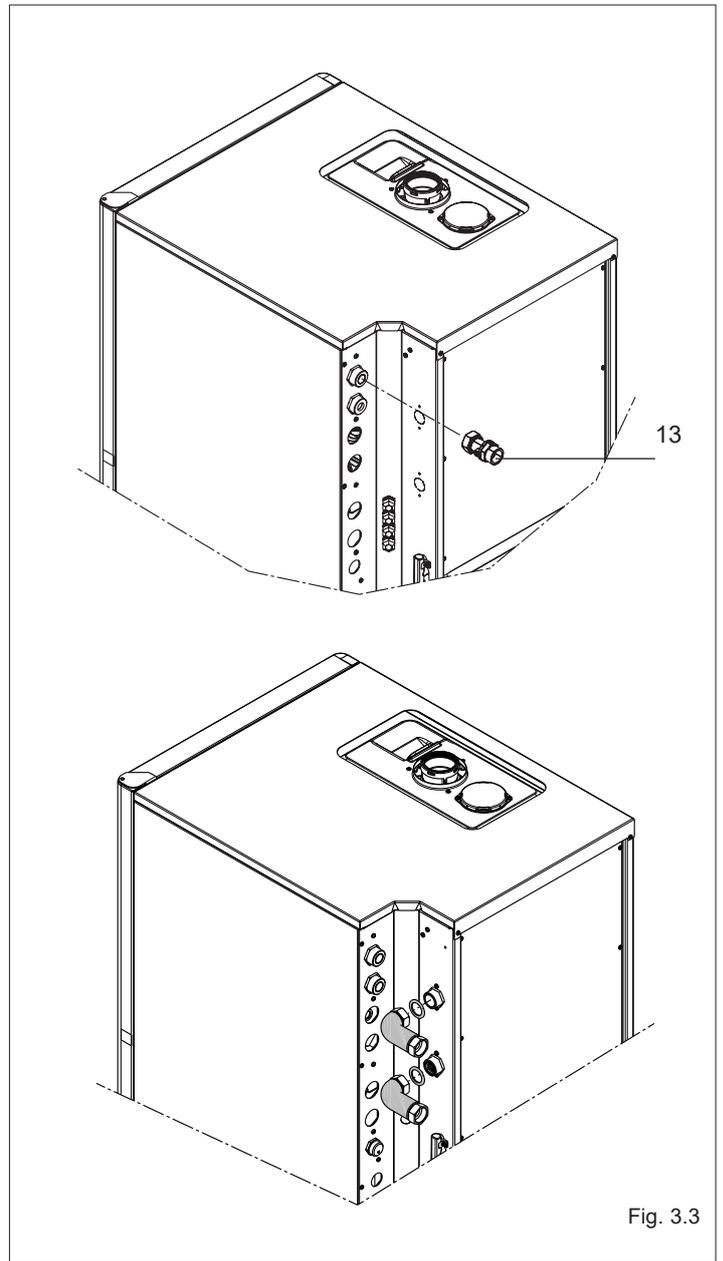

Fig. 3.3
- ⚠ Installare la valvola di non ritorno fornita in dotazione sulla mandata impianto **MI** (vedi fig. 3.3)
- ⚠ In caso di installazione della pompa di calore, installare le rampe a corredo (fig. 3.3).